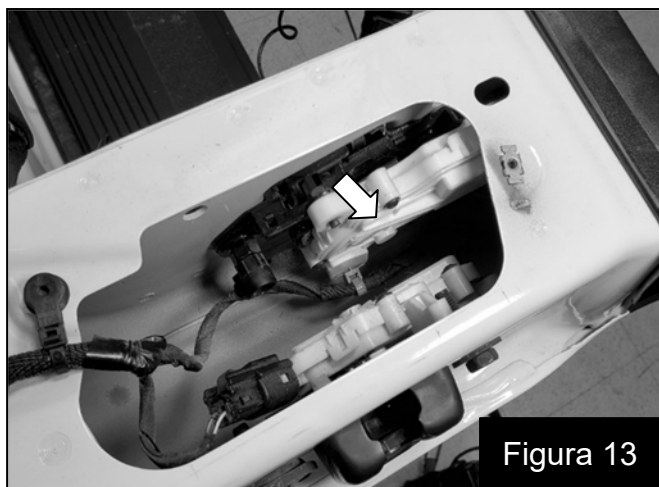

Figura 13
17. Haga palanca para soltar el retenedor de cable conectado al pestillo interior izquierdo del portón trasero. Figura 13